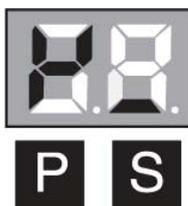

Рисунок 8
**4. Натяжение нити (рис. 8)**